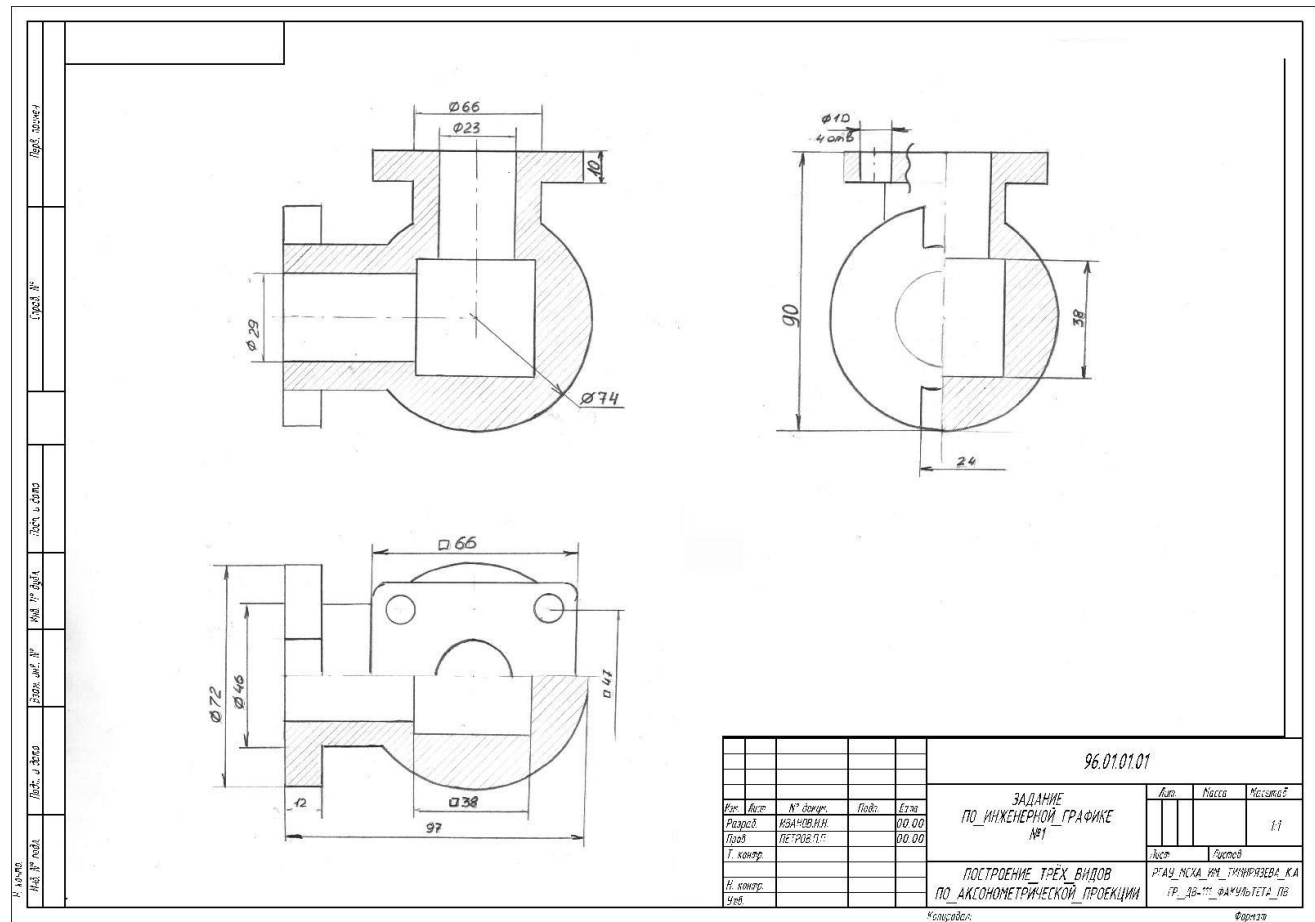
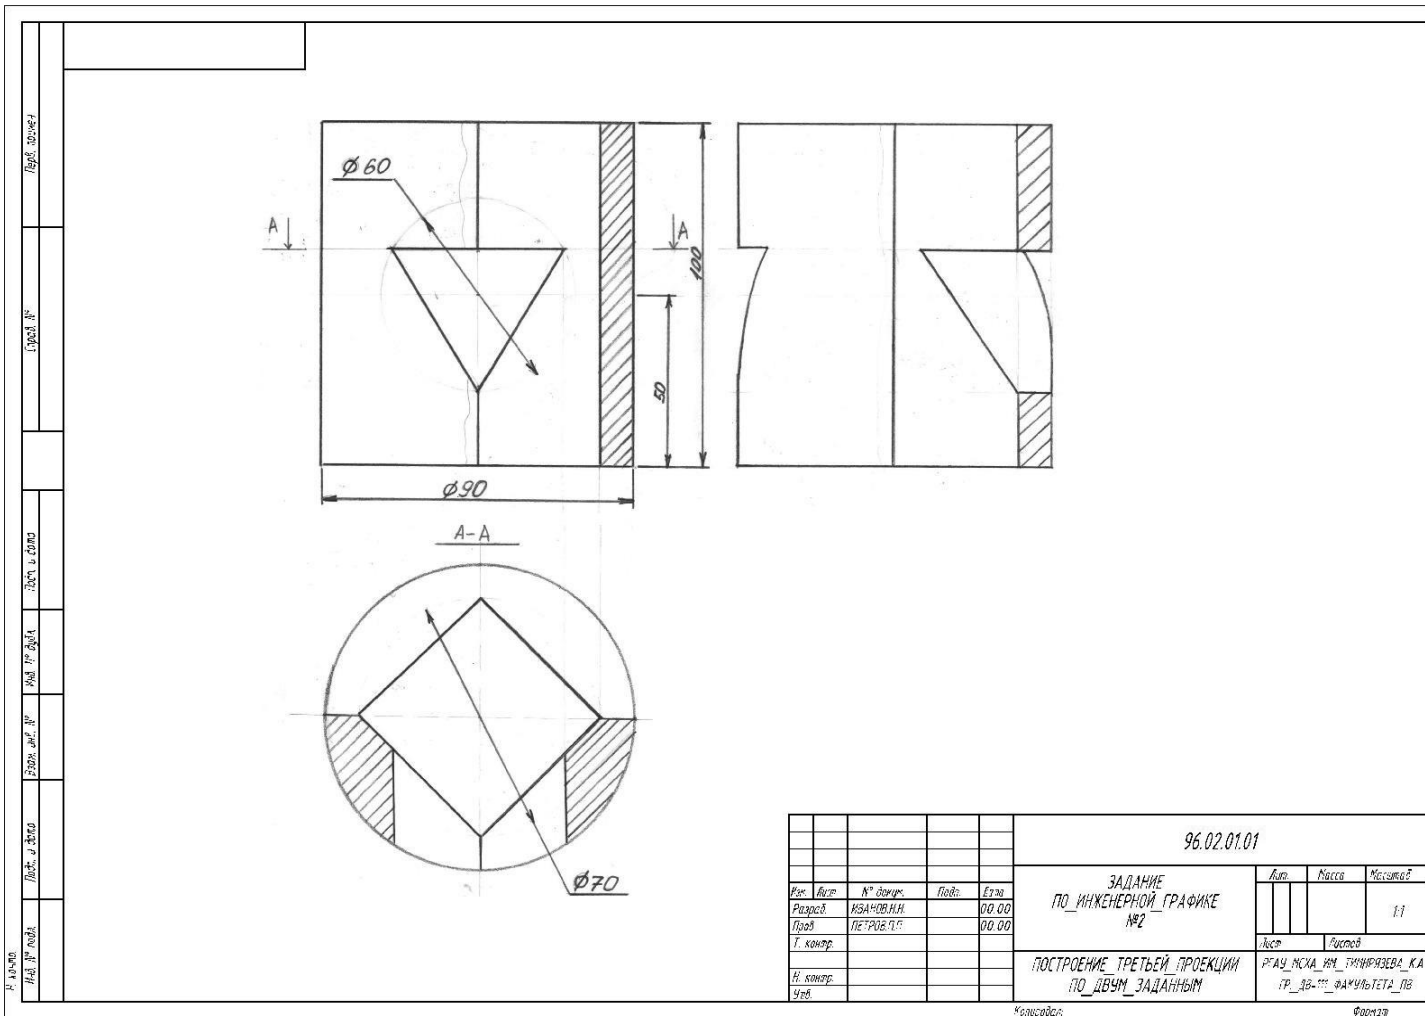

Рис. 5. Образец выполнения задания №1 по теме «Построение трёх видов по аксонометрической проекции»
Рис. 6. Образец выполнения задания №1 по теме «Построение третьего вида по двум заданным»
**Задание №1.** Выполняется на 3-х листах формата А3. Тема: «Геометрия детали. Проекционное черчение». (рис.5), (рис.6), (рис.7).